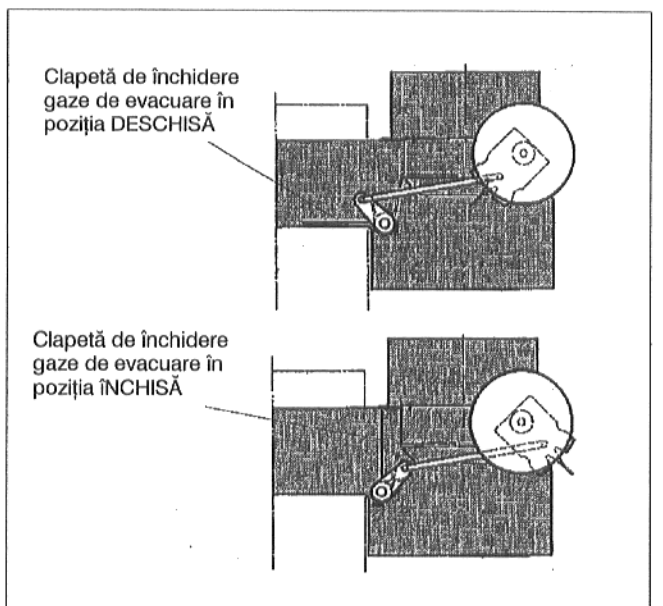

Fig. 9: Schema de principiu
- **Executați proba de funcționare (cu motor):** Se pune în funcțiune cazanul (vedeți instrucțiunile de folosire ale cazanului). La solicitarea de căldură clapeta de închidere a gazelor de evacuare să ajungă în poziția DESCHISĂ. Numai după ce ajunge în poziția total DESCHISĂ poate porni arzătorul (Fig. 9).